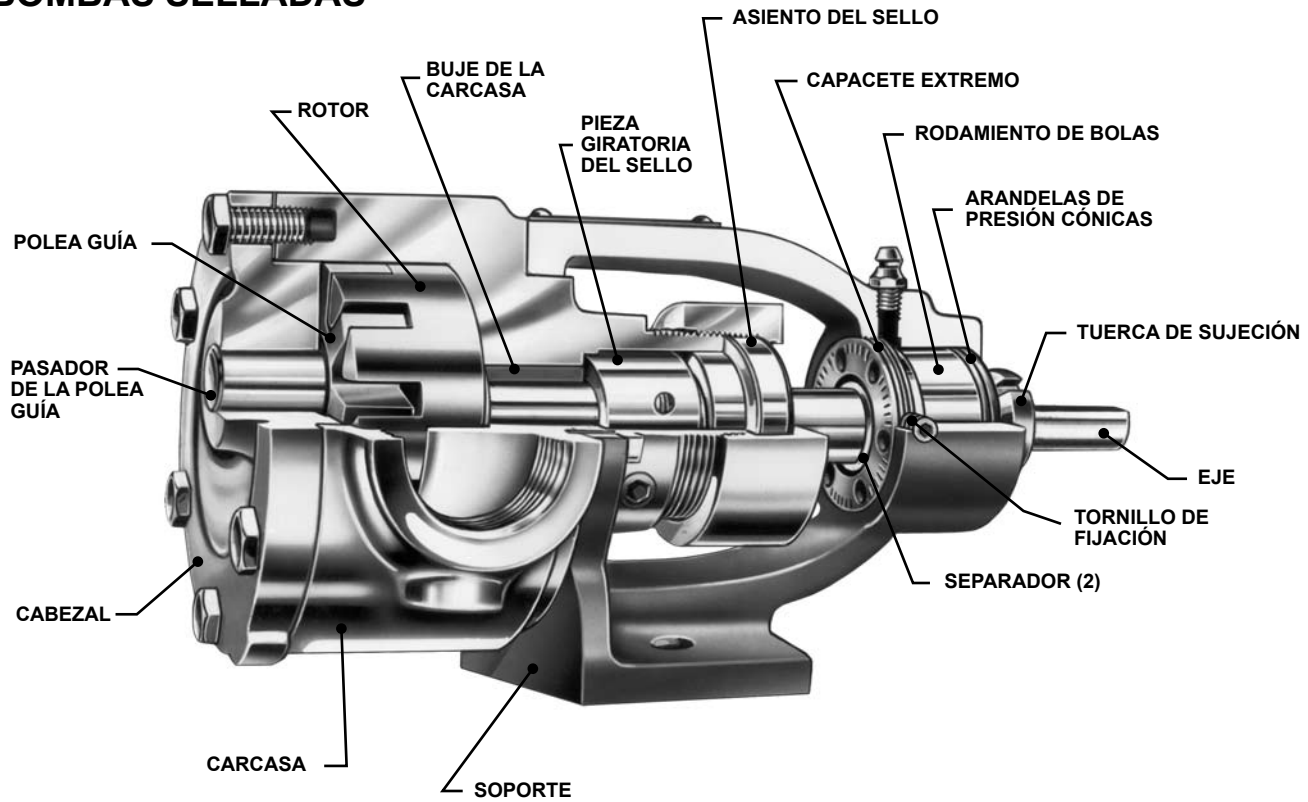

FIGURA 2
1. **PRECAUCIÓN:** Cuando se esté retirando el cabezal de la bomba (consulte la Figura 2), la polea guía generalmente permanece en el pasador de la polea guía, pero se caerá si el interior del cabezal se inclina hacia abajo. Una caída sobre una superficie dura puede dañar la polea guía. Si la polea guía se cae, verifique cuidadosamente y lime o esmerile todos los lugares mellados y ásperos antes de volver a ensamblar.